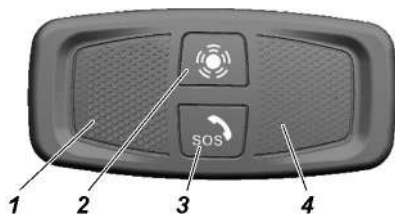

Рис. 3.6. Блок интерфейса пользователя:
- блок интерфейса пользователя (БИП) с кнопкой «SOS» 3 (рис. 3.6) находящийся на внутренней части крыши салона;